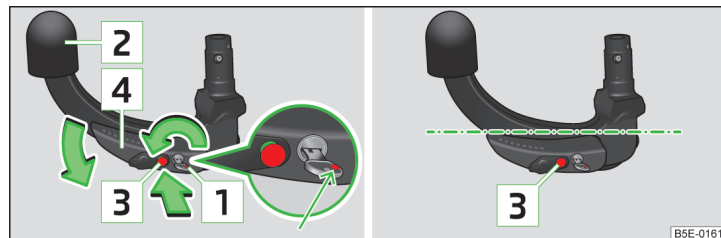

Fig. 125 Impostazione della predisposizione/Predisposizione
- Afferrare la testa sferica sotto il coperchio di protezione **[2]** » fig. 125.